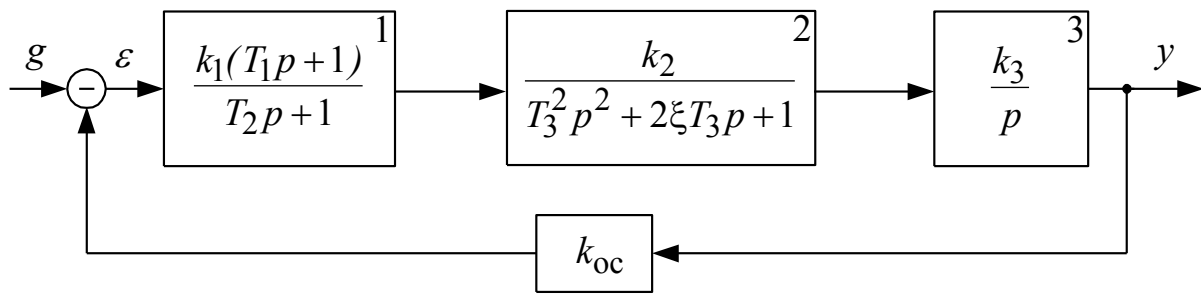

Рис.4. Структурная схема САУ
1. Для САУ, структурная схема которой показана на рис.4, получить выражения передаточной функции, частотной передаточной функции и частотных характеристик ( $W(j\omega)$ ,  $A(\omega)$ ,  $\varphi(\omega)$ ,  $L(\omega)$ ).
2. Набрать модель **разомкнутой** САУ, структурная схема которой показана на рис.4, со следующими значениями параметров:  $k_1=5$ ;  $T_1=0,1$ ;  $k_2=1$ ;  $T_2=0,5$ ;  $k_3=0,1$ ;  $T_3=0,6$ ;  $\xi=0,5$ .
4. Наблюдать и зафиксировать ЛАЧХ, ФЧХ и АФЧХ всей разомкнутой системы, приведенной на рис.4. Провести сравнительный анализ полученных результатов.